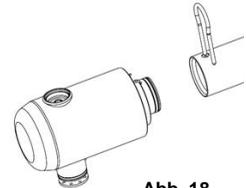

Abb. 18
- Nehmen Sie die Garniertülle ab und ziehen Sie die Verschlussgabel aus dem Ventilkopf, danach ziehen Sie das Schlagsystem mit leichten Drehbewegungen aus dem Gehäuse. (Abb. 18)